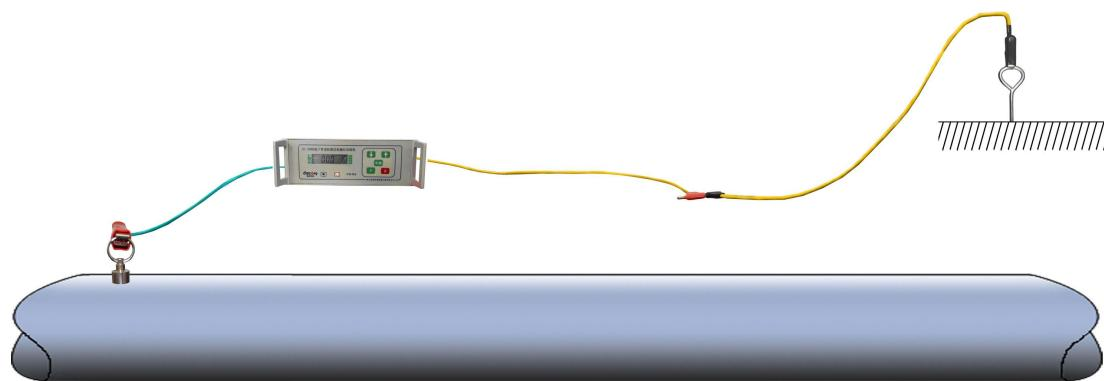

图4 单边接地示意图
(1) **单边接地**：只在目标管线的一边接地，这种接地方式是管道接线点与管道走向垂直方向 10-20M 处，将接地棒插入地下，干燥处需浇水湿润。见图 4.